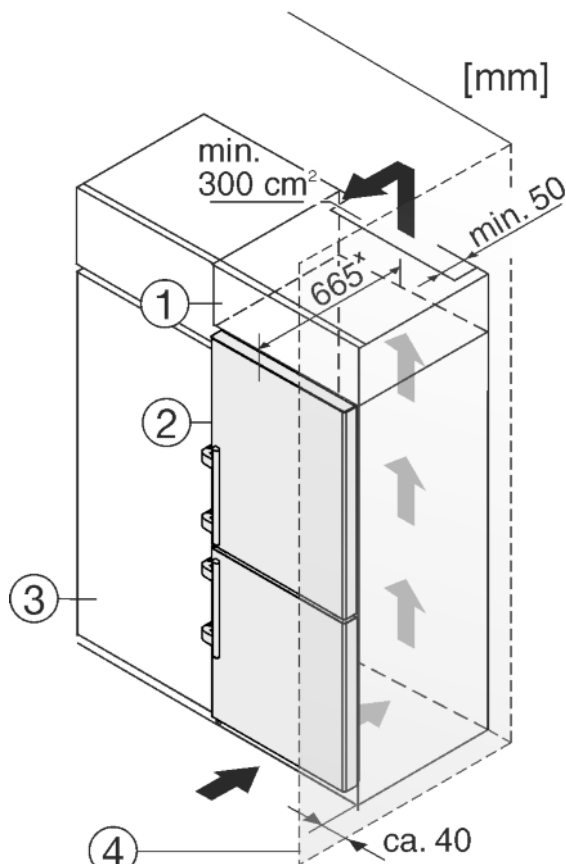

Fig. 26
- (1) Nástavbová skřín
- (2) Spotřebič
- (3) Kuchyňská skřín
- (4) Stěna
Zařízení lze zabudovat do vybavení kuchyně. K vyrovnání přístroje Fig. 26 (2) na výšku kuchyňské linky lze na přístroj nasadit odpovídající nástavec Fig. 26 (1).
Při montáži do kuchyňských skříní lze přístroj instalovat hned vedle kuchyňské skříně Fig. 26 (3). Aby bylo možné otevřít dvířka, musí spotřebič vystupovat minimálně o 65 mm^x vůči přední části kuchyňských linek. V závislosti na hloubce kuchyňských linek a použití vymezačů odstupu od stěny může spotřebič dále vyčnívat.
Když se přístroj instaluje závěsy vedle stěny Fig. 26 (4), musí být vzdálenost přístroje od stěny alespoň 40 mm. To odpovídá přesahu madla při otevřených dveřích.